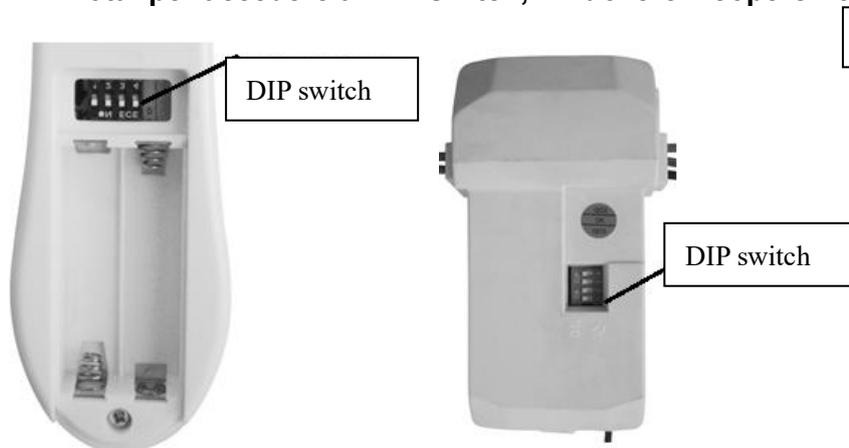

Fig. 8 Vano batterie del telecomando
- Il telecomando è alimentato da 2 batterie AAA da 1,5 V. Rimuovere il coperchio del vano batterie sul retro del telecomando e inserire 2 batterie AAA. Assicurarsi di rispettare la polarità indicata all'interno del vano batterie **Fig. 8** (Batterie non incluse.)